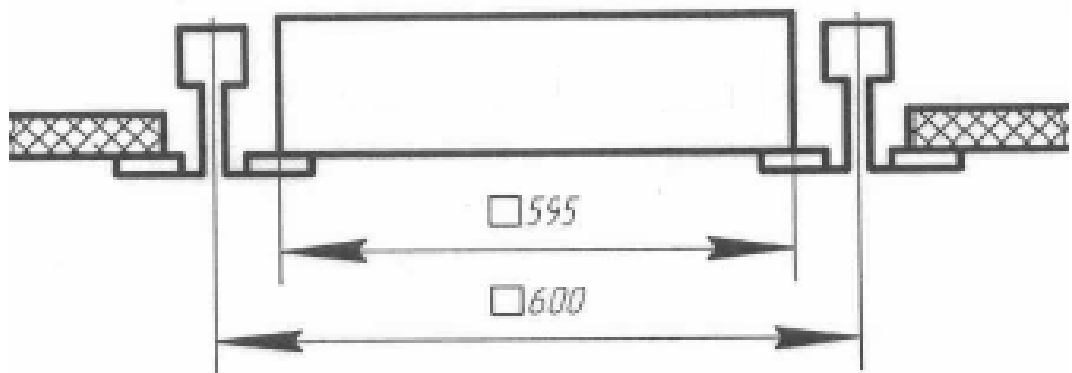

Рисунок 2.1 - Схема установки светильника
5.4 Установка светильника в подвесной потолок "Армстронг": Установите корпус в сборе в подвесной потолок согласно схеме (рисунок 2.1). **Если вес светильника превышает допустимую норму нагрузки на потолок, его нужно закрепить на отдельные кронштейны!**